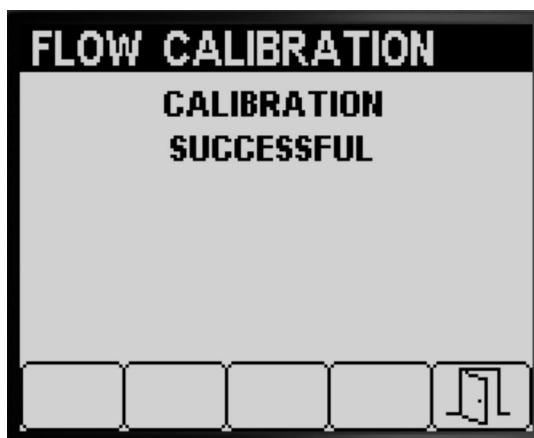
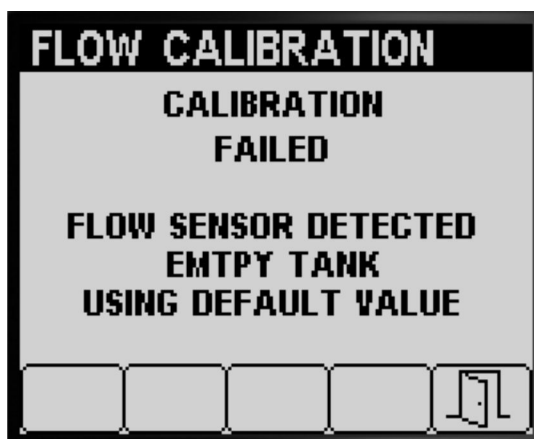

図 55
図 56
- キャリブレーションに失敗しましたというメッセージ **図 56**。
- キャリブレーションが成功しましたというメッセージ **図 55**。
3. ボタン 5 を押して速度のキャリブレーション画面終了する図 55、図 56 および図 57。